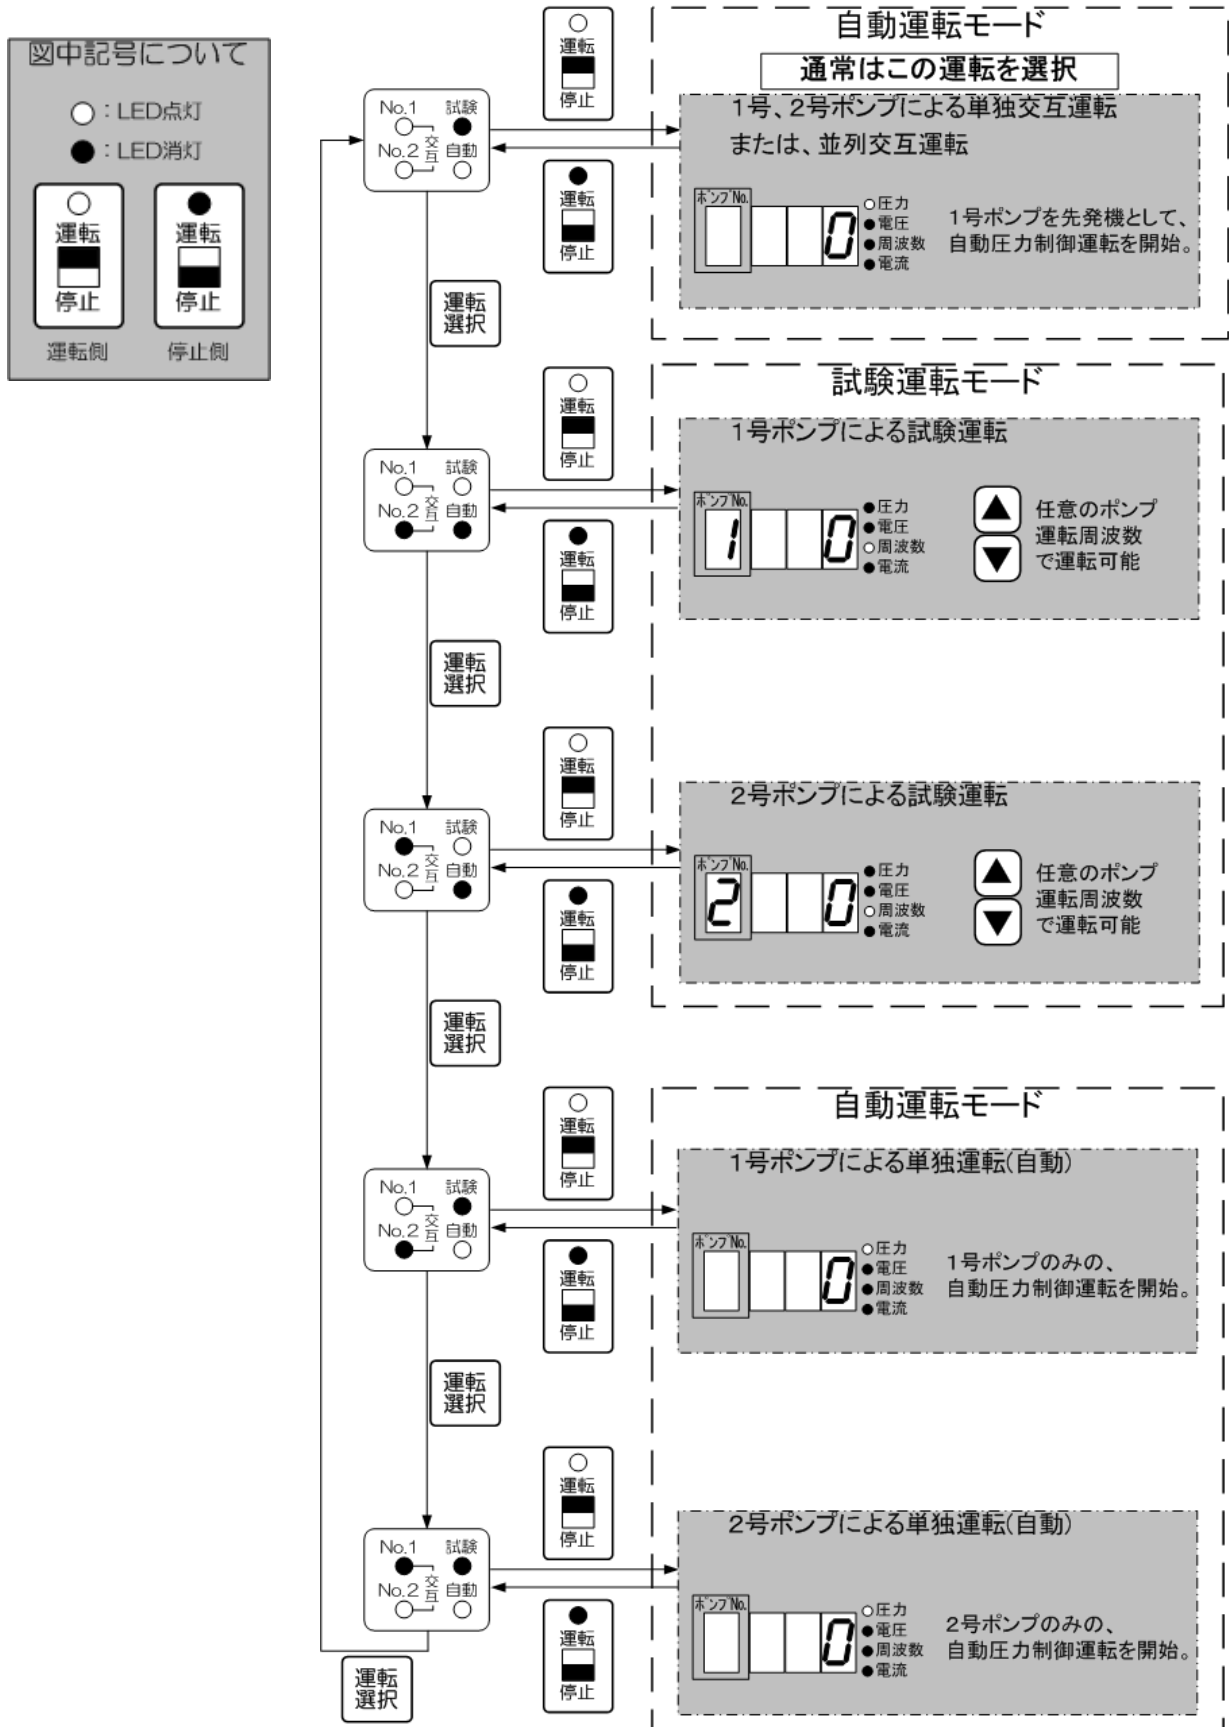

図 33 運転モードの操作方法
(6) 運転モード（自動運転モード、試験運転モード）の操作方法
- ・**運転** ボタンを押す度に下記の運転モードに切替わります。詳細については図 33 を参照ください。